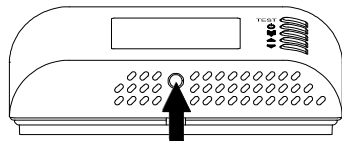

Fig. 2
- Empujar con la ayuda de un destornillador, la lengüeta de plástico situada en la parte inferior de hendidura hasta levantar ligeramente la tapa (Fig. 2).